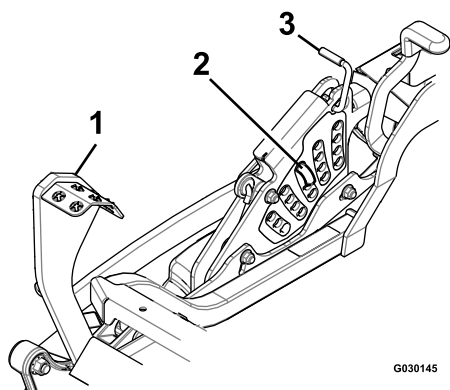

Figure 37
5. Enfoncez la pédale au maximum pour verrouiller le tablier à la position de transport de 14 cm (5½ po) (Figure 37).